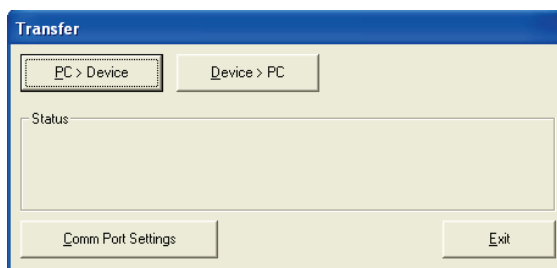

Fig. 8
- Selecione o comando de menu Transfer > Program. A janela de transferência é exibida abaixo como mostrada na janela Transfer ( Fig. 8).